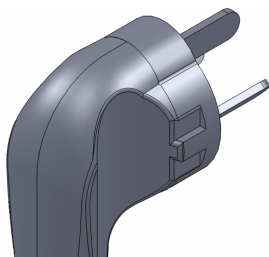

图 15-71 创建圆角 5 特征
(5) 单击【圆角】按钮, 弹出【圆角】属性管理器, 选中【等半径】单选按钮, 设置【半径】为 0.8, 选择合适的边线为要圆角的对象, 单击【确定】按钮, 即可创建圆角 5 特征, 如图 15-71 所示。